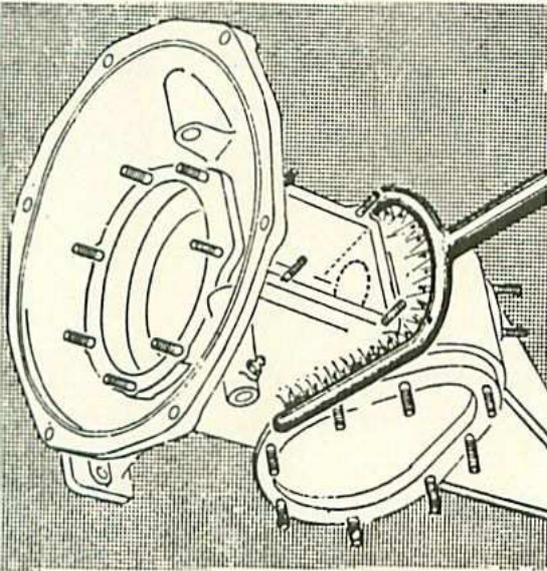

Fig. 52. — Chauffage du carter avec une rampe à gaz spéciale
- Incliner le carter, côté embrayage vers le haut, et le chauffer à 110°/130° de préférence avec un chalumeau à gaz ayant une rampe formant fourche (fig. 52).